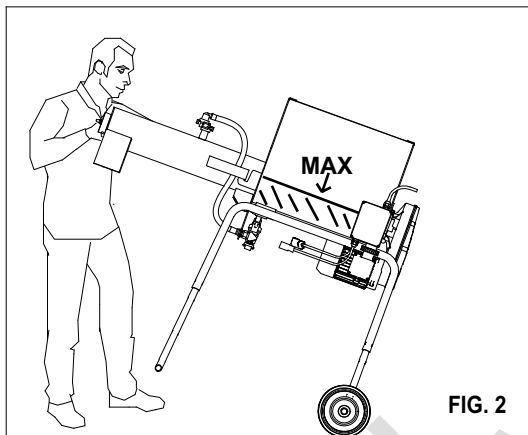
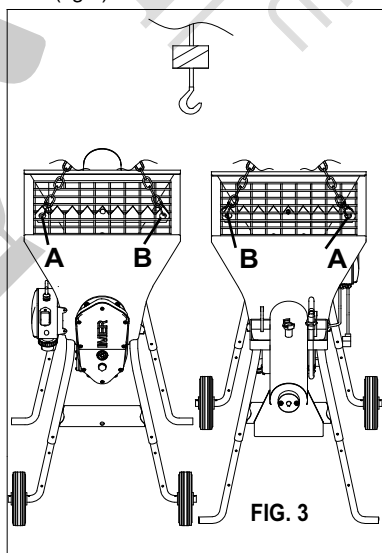

FIG. 2
FIG. 3
8. TRASPORTABILITA(vedi fig.2 e fig.3)
Sollevarre il mescolatore avvalendosi delle apposite maniglie (fig.2) e spingere nella direzione desiderata.
- ATTENZIONE! Per il sollevamento della macchina non utilizzare punti di aggancio diversi da quelli indicati in fig. 3
Per il sollevamento della macchina utilizzare i due anelli appositamente previsti (fig.3)